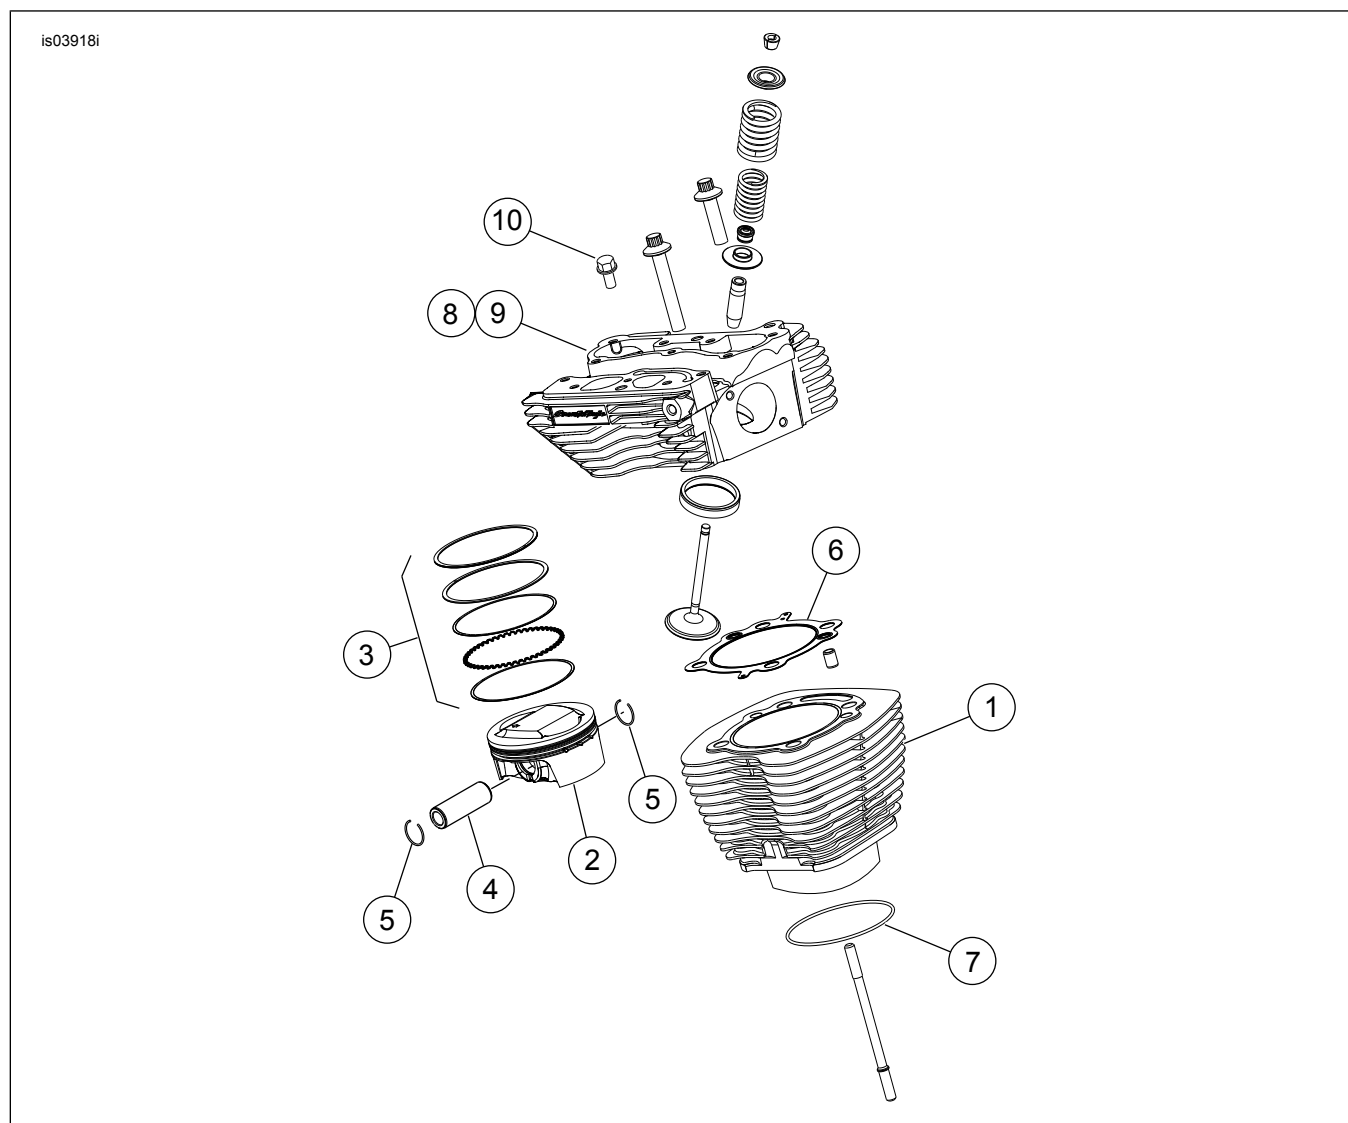
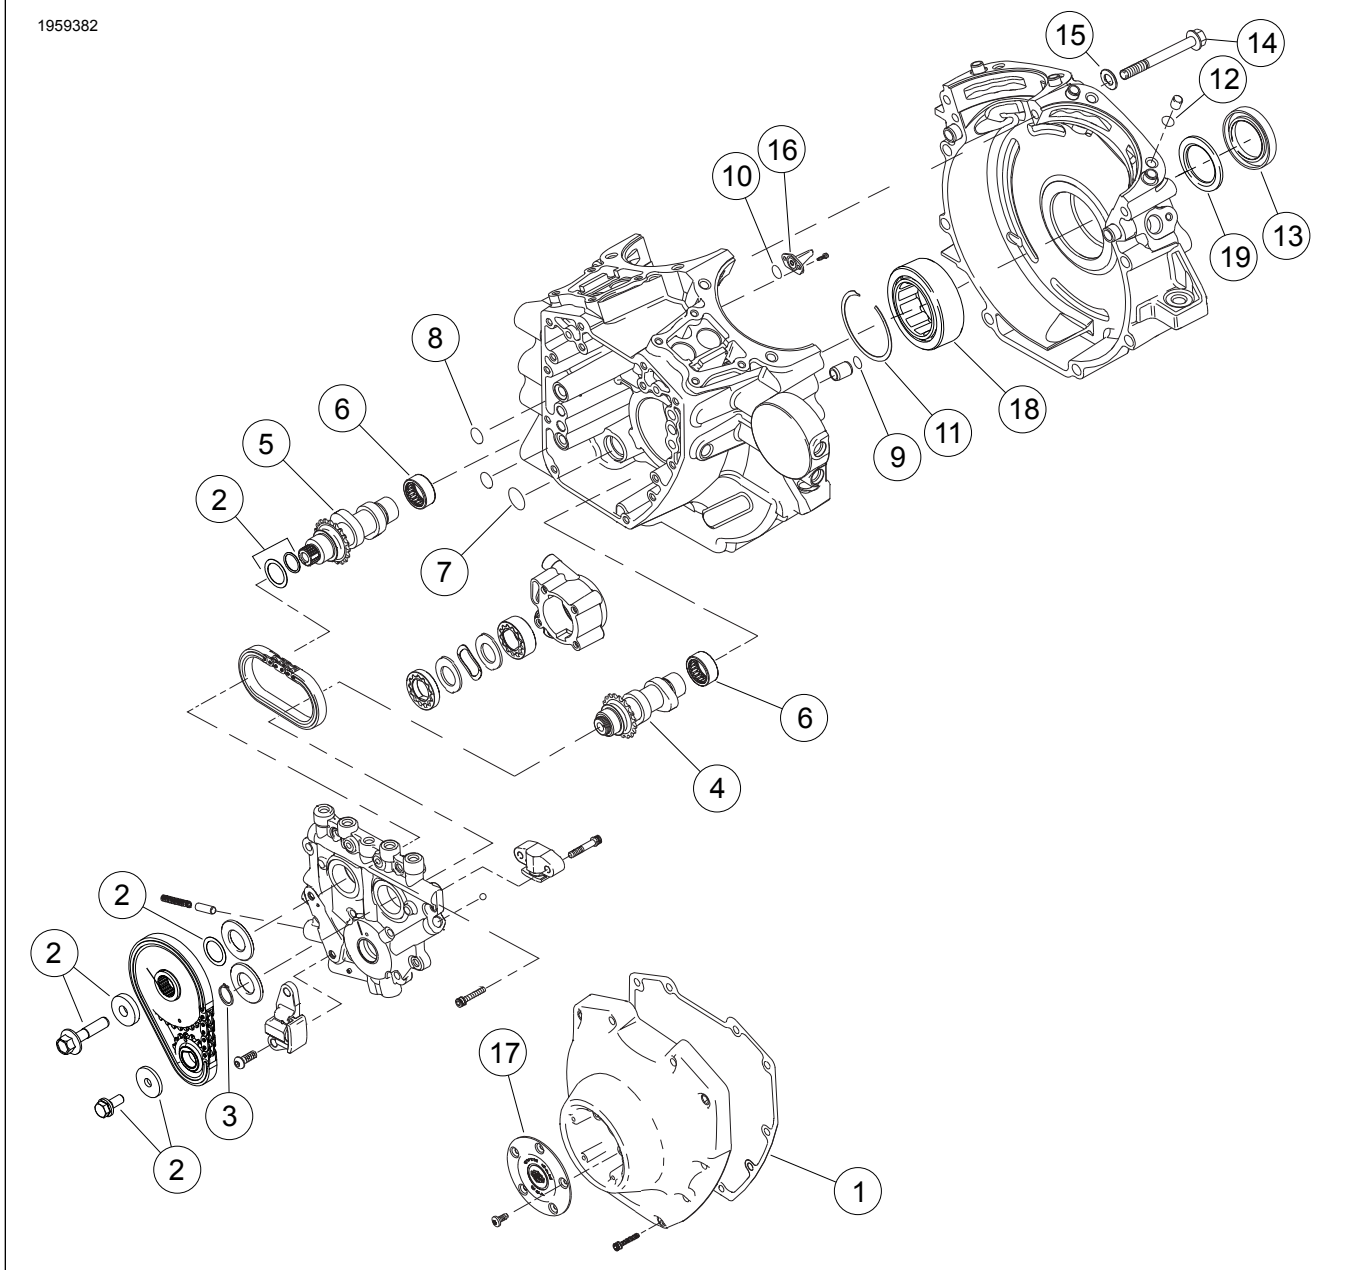

Figura 1. Peças de reposição: Kit de conversão Screamin' Eagle Pro TC 120 (1962 cc)
Figura 3. Peças de reposição: Kit de conversão Screamin' Eagle Pro TC 120 (1962 cc)
Veja da Figura 1 a Figura 3 da Tabela 1 a Tabela 3 .
1. Veja Figura 3 . Substitua os rolamentos de agulha do comando de válvulas (6), o rolamento principal esquerdo (18) e o anel de retenção (11) do kit. Consulte a seção Motor no manual de manutenção.
3. Instale o conjunto do volante (22) do kit. Consulte a Folha de Instruções e o manual de manutenção.
4. Veja Figura 1 a Figura 3 . Monte a extremidade superior e inferior do motor usando peças do kit. Consulte as Folhas de Instruções para obter mais informações sobre o comando e os pistões, e consulte o manual de manutenção.